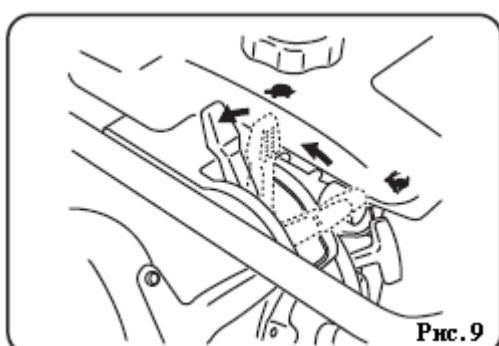

Рис. 9
1. Переместите рычаг дросселя из рабочего положения (➡) в положение холостого хода (⬅). Дождитесь остывания двигателя в течение 3 – 5 минут, затем переместите рычаг дросселя в положение остановки. Двигатель заглохнет, а топливный кран закроется автоматически (рис. 9).